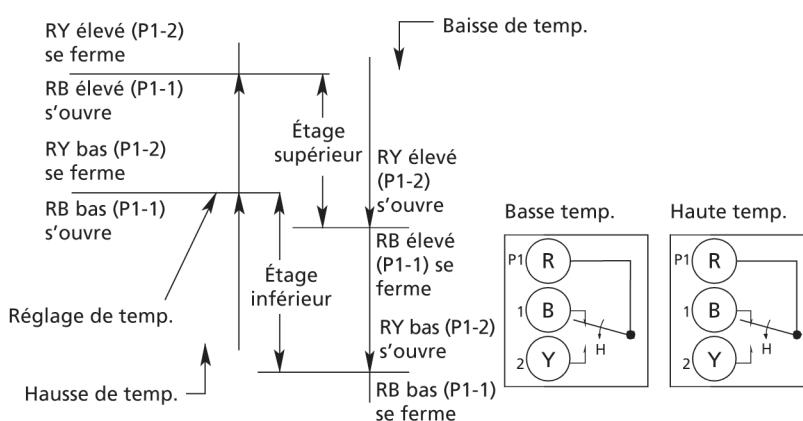

Figure 8 – Séquence de fonctionnement des thermostats SPDT/SPDT à deux étages
La Figure 8 illustre le fonctionnement des thermostats à commutateur SPDT/SPDT à deux étages. Lorsque la température est augmentée à partir du réglage du bouton, le circuit entre R (P1) et Y (2) du contacteur bas étage (RYL) se referme. Au même moment, le circuit entre R (P1) et B (1) (RBL) s'ouvre.